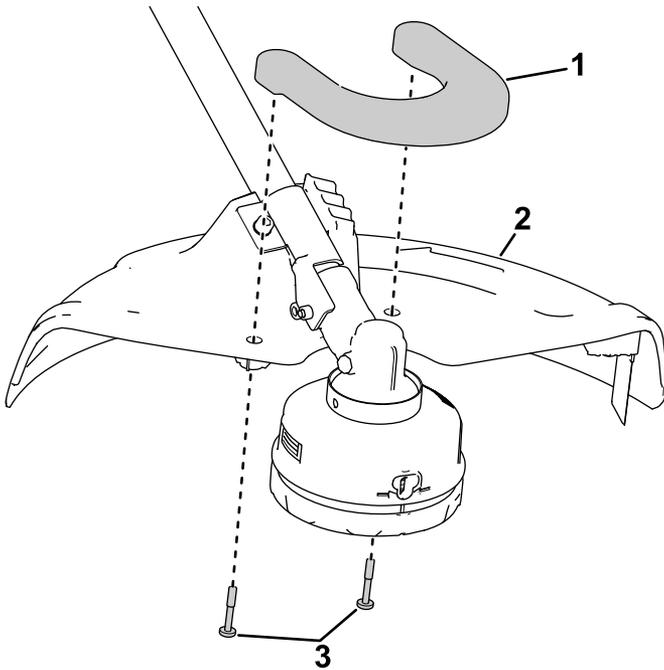

Bild 5
3. Befestigen Sie die vordere Schutzvorrichtung mit den beiden Halbrundschauben an der hinteren Schutzvorrichtung (Bild 5).